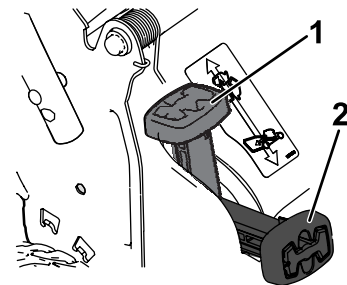

Figura 15
- **Para ensacar los recortes de hierba y hojas,** presione el botón de la palanca de ensacado a demanda y mueva la palanca hacia delante hasta que salte el botón de la palanca (Figura 15).
Nota: Si la bolsa de recogida está instalada en la máquina, retírela antes de proceder a la descarga lateral de los recortes; consulte Retirada de la bolsa de recogida \(página 15\). La palanca de ensacado a demanda debe estar en la posición de ENSACADO, como se muestra en la Figura 15.